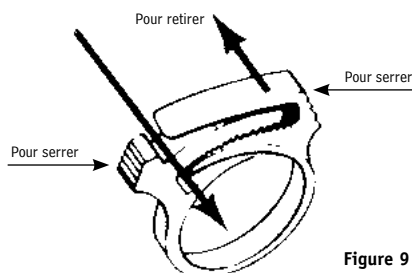

Figure 9
1. Retirez la pince de fixation en nylon du système d'ancrage en plastique sur la cagoule (cf. la figure 9). Ne retirez pas la mousse de l'intérieur du tube de respiration. Elle sert à réduire le niveau de bruit généré par l'air entrant sur les respirateurs de la série CC20.